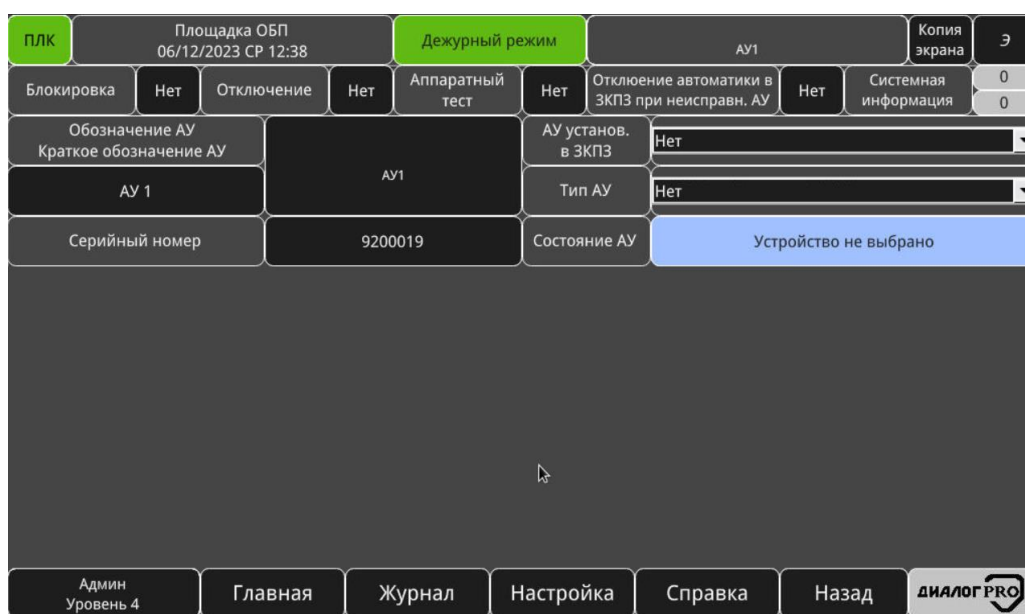

Рисунок 3.65 – Окно «АУ»
– «АУ» – данная кнопка предназначена для перехода к окну конфигурирования АУ (рисунок 3.65).